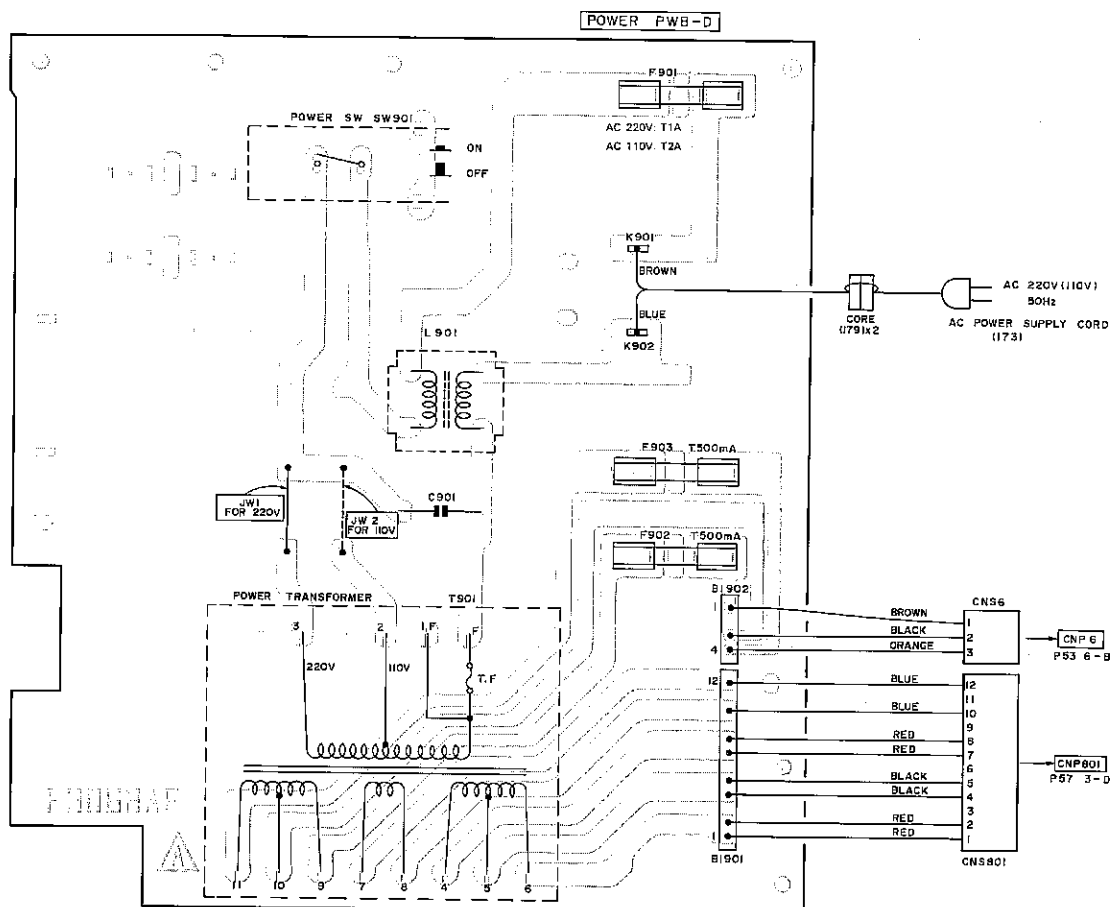

Figure 98
2. Cut out the jumper wire JW1 and add the jumper wire JW2 to the position shown in Fig. 98.
2. Den Schaltdraht JW1 abschneiden und den Schaltdraht JW2 zu der in Abb. 98 gezeigten Stelle hinzufügen.
2. Couper le fil volant JW1 et ajouter le fil volant JW2 à l'endroit indiqué sur la Fig. 98.